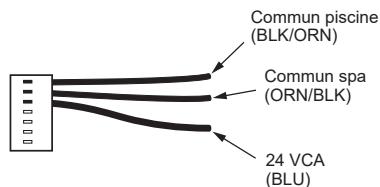

Figure 54. Harnais de câble à 7 broches pour thermostat externe
5. Depuis le harnais de câble à 3 fils pour thermostat externe, connectez le fil BLEU d'un côté du thermostat et l'autre côté au fil ORANGE/NOIR dans le cas d'un SPA ou au fil NOIR/ORANGE pour une PISCINE. Voir **Figure 54**.
4. Depuis le harnais de câble à 3 fils pour thermostat externe, connectez le fil BLEU d'un côté du thermostat et l'autre côté au fil ORANGE/NOIR dans le cas d'un SPA ou au fil NOIR/ORANGE pour une PISCINE. Voir **Figure 54**.